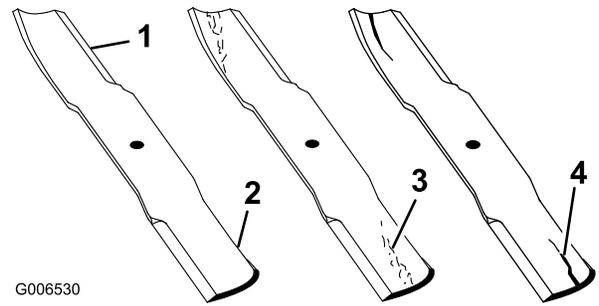

Figure 90
2. Inspectez les lames, surtout la partie relevée (Figure 90). Remplacez immédiatement toute lame endommagée, usée ou qui présente une entaille (Figure 90).
1. Examinez le tranchant des lames (Figure 90). Si les lames coupent mal ou présentent des indentations, déposez-les et aiguiser-les; voir Aiguisage des lames.